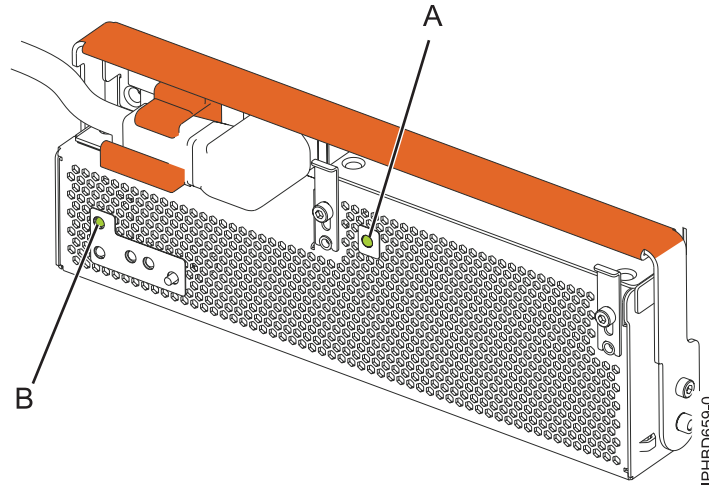

Figure 25. Voyants d'alimentation de l'OCA et de courant alternatif de l'unité d'extension
9. Examinez les voyants relatifs à l'état du courant alternatif (A) et à l'alimentation de l'OCA (offline converter assembly) (B), comme indiqué à la figure 25, à la page 27, et effectuez l'une des opérations suivantes, selon le cas :
- Si les voyants indiquent que l'alimentation électrique fonctionne correctement, c'est-à-dire que le voyant de l'alimentation de courant alternatif (A) est fixe et que le voyant d'alimentation de l'OCA (B) est fixe ou clignote, passez à l'étape suivante.